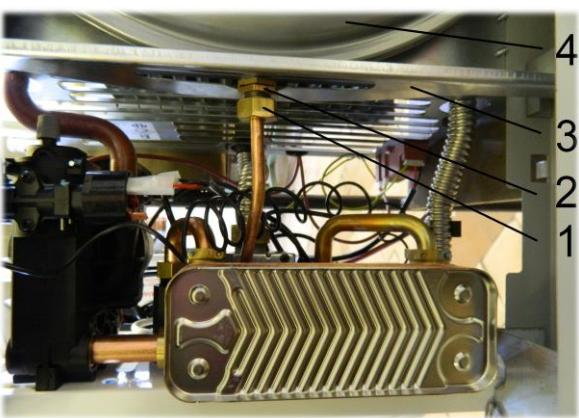

Рис. 29. Демонтаж трубы расширительного бака
- 3) ключом на 22 отвернуть гайку 1 (см.Рис. 29) трубы расширительного бака 4;